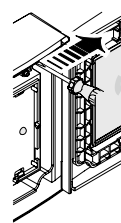

Fig. 6
- To deactivate: Push the release lever to the right with a screwdriver (Fig. 6).
- Zum Deaktivieren: Entriegelungshebel mit Schraubendreher nach rechts drücken (Fig. 6).